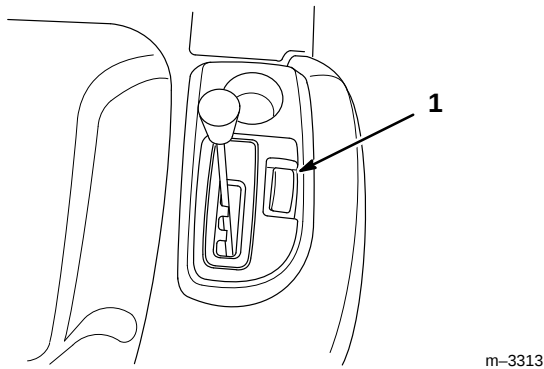

Abbildung 21
Beim Fahrtregler handelt es sich um einen Schalter (Abb. 21) am rechten Kotflügel, durch den eine bestimmte Radantriebsposition ohne Pedaldruck beibehalten wird. Der Fahrtregler funktioniert nur bei Vorwärtsfahrt.
1. Den Traktor anfahren. Siehe "Vorwärts- und Rückwärtsfahrt", Seite 18. Den Fuß auf das Radantriebspedal gedrückt halten und den Fahrreglerschalter (Abb. 21) auf Position "SET" schieben. Dadurch wird das Radantriebspedal in der jeweiligen Einstellung fixiert, und der Fuß kann vom Pedal heruntergenommen werden. Es wird eine konstante Pedalposition beibehalten.